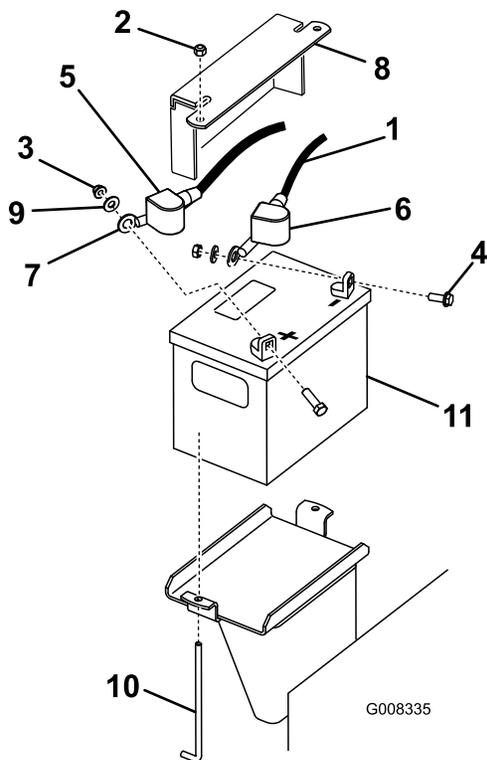

Figura 37
3. Levante la cubierta de goma negra del cable negativo. Desconecte el cable negativo del borne negativo (-) de la batería (Figura 37).
4. Retire el protector de borne rojo del borne positivo (+) de la batería y, a continuación, retire el cable positivo (rojo) (Figura 37).
5. Retire la pletina de sujeción, los pernos en J y las contratuerca que sujetan la batería (Figura 37) y retire esta última.
1. Usando las fijaciones que retiró anteriormente, conecte el cable positivo (rojo) al borne positivo (+) de la batería (Figura 37).
3. Usando las fijaciones que retiró anteriormente, conecte el cable negativo (negro) al borne negativo (-) de la batería (Figura 37).
4. Sujete la batería con la barra y las tuercas de orejeta (Figura 37).